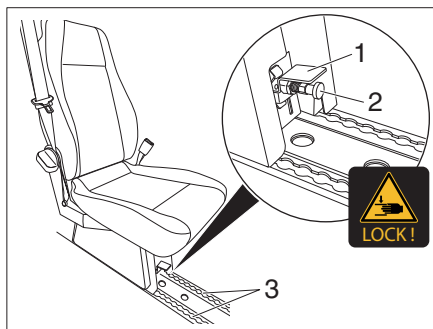

Fig. 20 Montaggio e smontaggio del sedile singolo
- Tirare verso l'alto la leva di blocco (Fig. 20,1).
- Sollevare il sedile singolo nella guida (Fig. 20,3).
- Tirare il perno di arresto (Fig. 20,2) e spingere verso il basso la leva di blocco (Fig. 20,1).
- Spingere il perno di arresto (Fig. 20,2) sotto il sedile singolo leggermente verso il basso e tirare. L'arresto si sblocca.
- Spostare il sedile singolo (Fig. 20,2) e spingere la leva di blocco (Fig. 20/1) verso il basso. Il sedile singolo è bloccato.